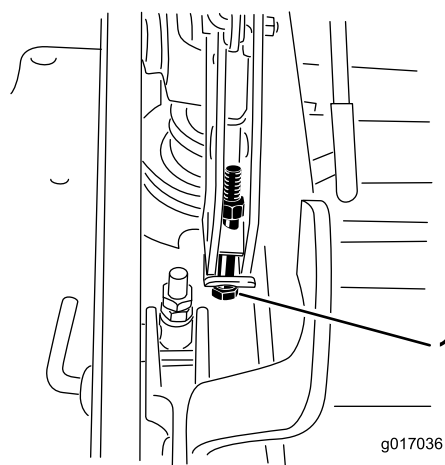

Figura 98
13. Se a plataforma estiver demasiado baixa, aperte o parafuso de ponto único de ajuste rodando-o no sentido dos ponteiros do relógio. Se a plataforma estiver demasiado alta, desaperte o parafuso de ponto único de ajuste rodando-o no sentido contrário ao dos ponteiros do relógio (Figura 98).
14. Aperte os dois parafusos na parte inferior da placa da altura de corte (Figura 98).